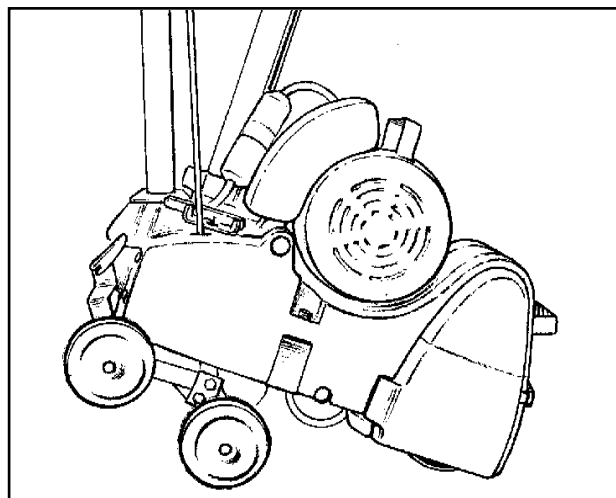

Figura 3
1. Con el mecanismo del rodillo pulidor en su lugar como se describe anteriormente, incline la máquina elevándola por la manija del operador para elevar del piso la parte posterior de la misma hasta que el rodillo pulidor gire debajo de la máquina. (Consulte la figura 3)